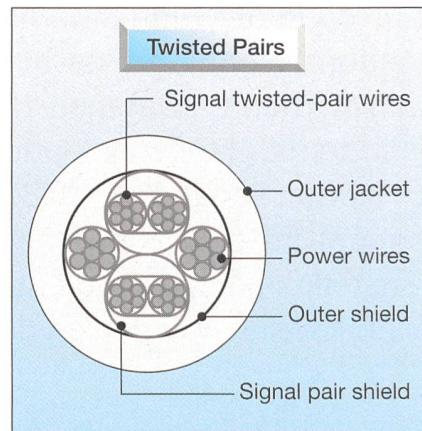

Bild 3 IEEE-1394-Kabel-Querschnitt
Das relativ dünne, sechsadrige Verbindungskabel der IEEE-1394-Schnittstelle (Bild 3) verlangt keinerlei Terminatoratoren, wie sie zum Beispiel bei der Ethernet- oder SCSI-Schnittstelle notwendig sind. Auch eine Vergabe von Gerätenummern (ID) oder sonstige Konfigurationen sind unnötig. Der Benutzer kann die Geräte jederzeit und bei laufendem Betrieb ein- und ausstecken. Auch lassen sich beliebige Geräte mit IEEE-1394-Anschlüssen von unterschiedlicher Geschwindigkeit (100, 200, 400 und 800 MBit/s) miteinander kombinieren. Die Topologie unterstützt die Daisy-Chain- und die Peer-to-Peer-Kommunikation. Außerdem kann das Kabel die Geräte mit Strom versorgen (siehe Bild 3: Power Wires).